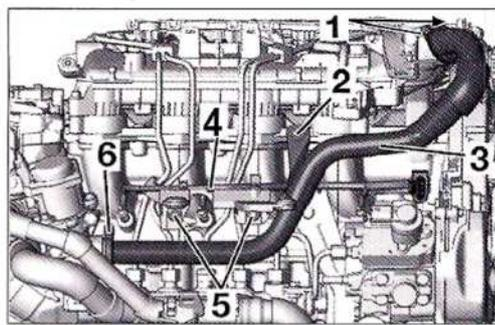

FIG. 44
Preparar el cableado de las bujías de precalentamiento (4) (Fig.44).